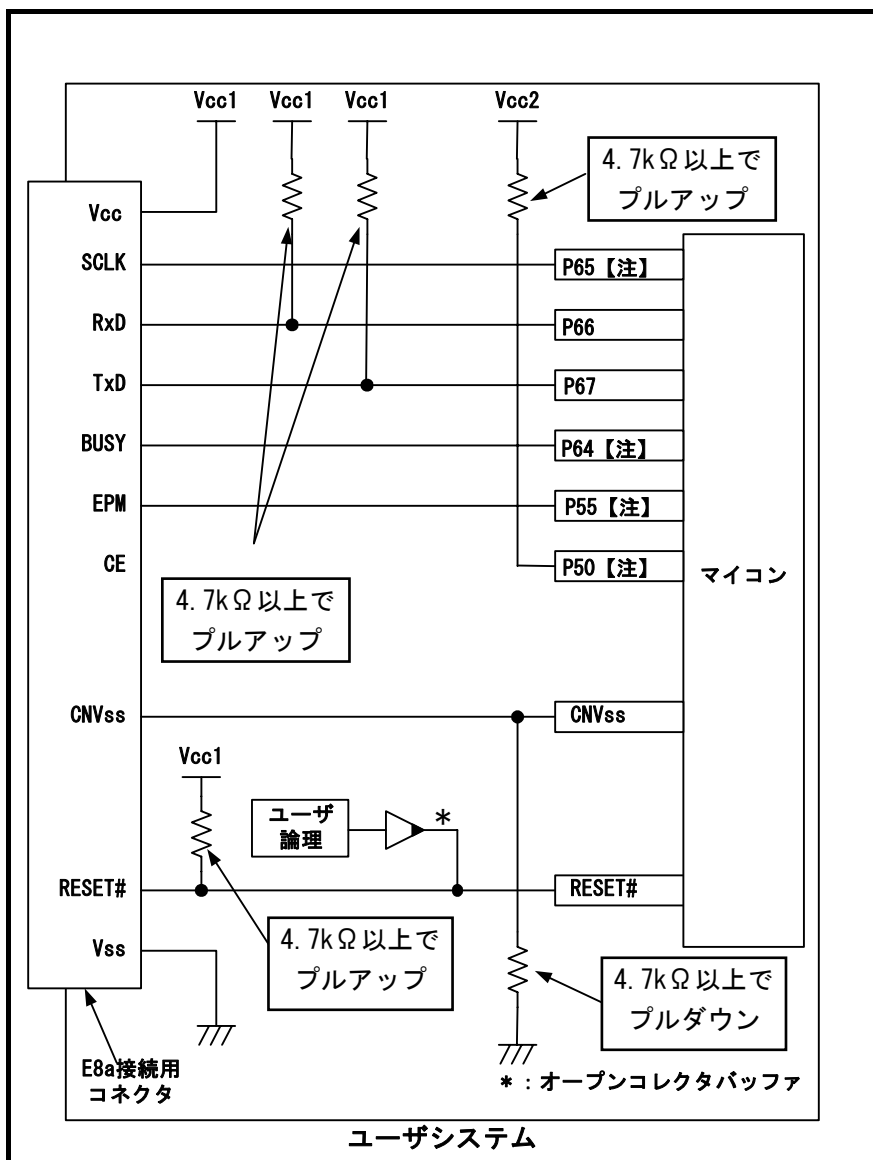

図 4.3 E8aの接続例(2電源かつシングルチップモードの場合、R32C/111(100ピン版)のみ)
- 2電源かつシングルチップモードの場合 (R32C/111 (100ピン版)のみ) : 図 4.3参照